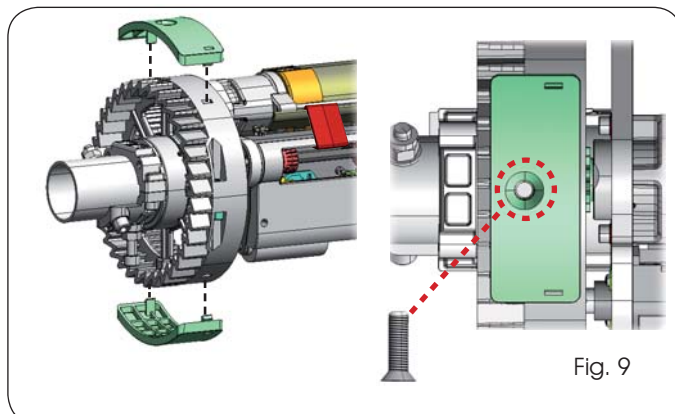

Fig. 9
- Si au chapitre 1.2 on a mesuré un diamètre des poulies d'enroulement de 220 mm, insérer les adaptateurs de la couronne, d'après la Fig. 9. Embrayer les adaptateurs dans les logements sur la couronne. Visser la vis à tête fraisée pour fixer solidement l'un des deux adaptateurs à la couronne tandis que le second sera fixé avec la vis à tête arrondie pour l'ancrage du rideau.